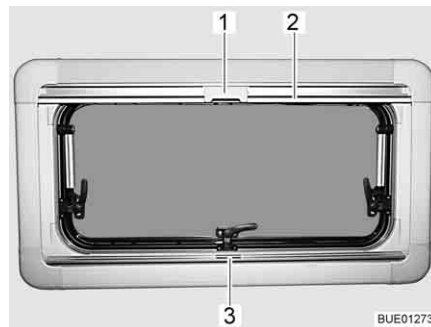

Bild 79 Överkantshängda fönster
- Ta tag i mitten på plisségardinens list (Bild 79,3) och drag den nerifrån och uppåt och släpp den vid önskad höjd. Plisségardinen stannar på denna höjd.
- Drag, med listen, (Bild 79,2) ner insektsnätet tills listen stöter mot plisségardinen (Bild 79,3).
- Lås fast insektsnätets spärr (Bild 79,1) på plisségardinens list.
- Tryck spärren (Bild 79,1) upptill på insektsnätet bakåt.
- För långsamt tillbaka insektsnätet med listen (Bild 79,2).